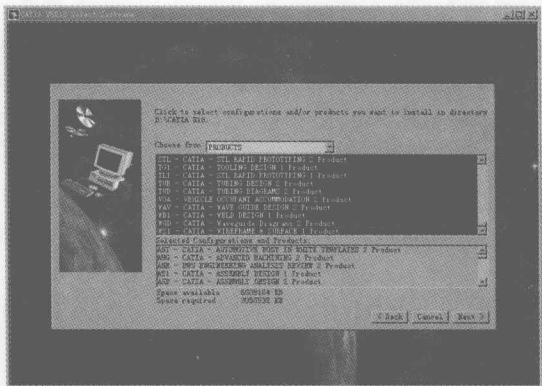

图 1-6 安装提示界面 6
- (6) 单击 Next 按钮，出现如图 1-6 所示的安装模块选择提示框。